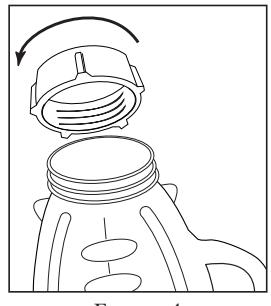

FIGURE 4
- Enclencher la bague dans l'anneau de fixation. Mettre la bague par-dessus de la bague, les aligner avec les crans du récipient. (Remarque : Si il y a des rainures sur le dessus de la bague, aligner-les avec les crans du récipient.) Mettre la bague sur le récipient et visser l'anneau de fixation dans le sens des aiguilles d'une montre pour bien la fixer. (Figure 4)